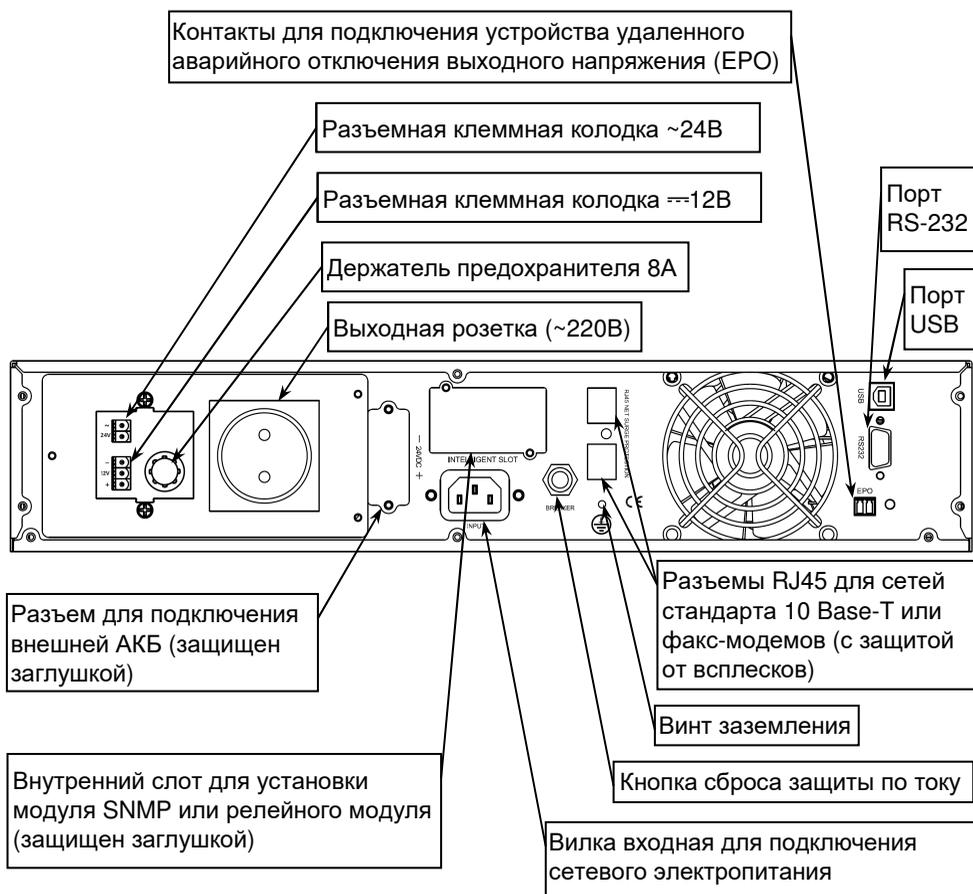
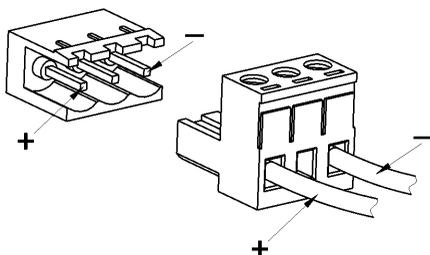

Рисунок 2 – Общий вид задней панели изделия.
Рисунок 6. Пример подключения нагрузки к выходу =12В
На задней панели изделия расположены: входной и выходные разъемы, разъем для подключения внешней аккумуляторной батареи, кнопка сброса срабатывания защиты по току (срабатывание защиты происходит при превышении уровня входного тока выше допустимого), вентиляторы охлаждения и разъемы коммутационных портов (см. рисунок 2).
Разместите изделие в шкафу и закрепите его на передних стойках. Соедините винт заземления изделия (см. рисунок 2) с контуром заземления телекоммуникационного шкафа перемычкой заземления (в комплект поставки не входит).
- Подключить к выходным розеткам изделия кабели питания нагрузок (см. рисунок 2 и рисунок 6). Для удобства подключения/отключения нагрузок к низковольтным выходам, выходные колодки для них выполнены разъемными. До подключения кабелей нагрузок к изделию следует выключить нагрузки.